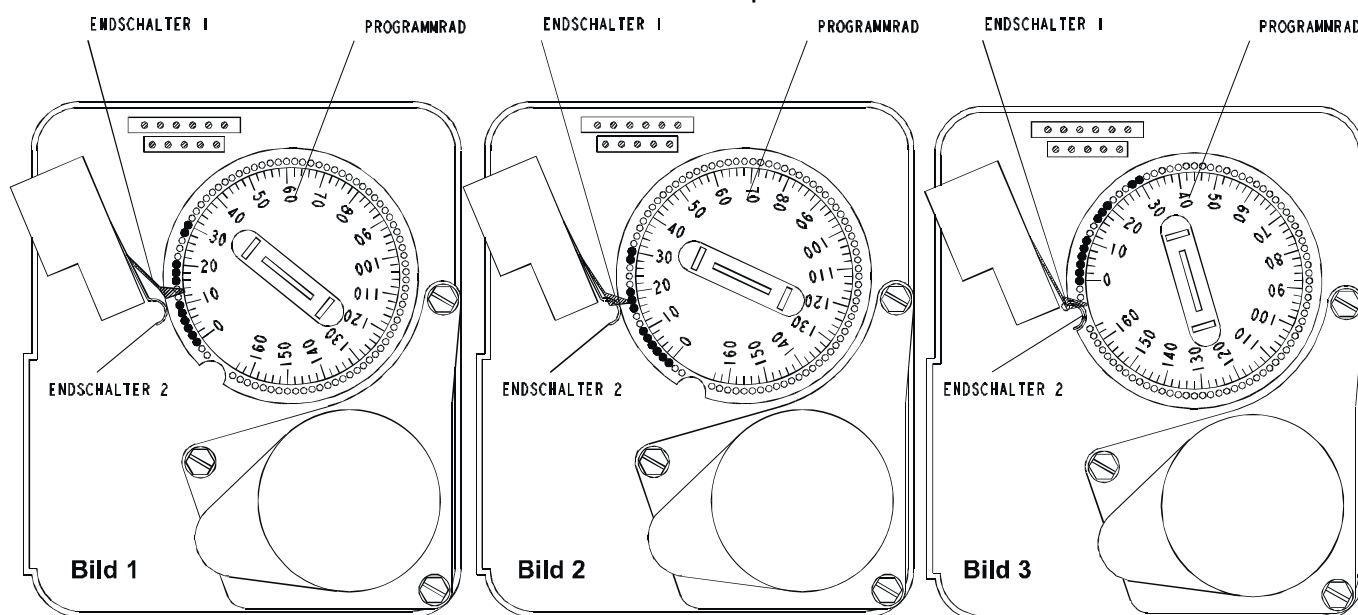

Fig. G-1: controllo temporizzato, retro
- Allontanare il timer verso destra ed attendere 10 minuti per rendere libero il fincorsa 1 (fig. G-1, schema 1) e far arrestare il servomotore del pistone di comando.
- Attendere che il finecorsa 1 venga premuto nuovamente (fig. G-1, schema 2) e il servomotore del pistone di comando si arresti.
- L'impianto di deferrizzazione si trova di nuovo in posizione di esercizio quando il finecorsa 1 e il finecorsa 2 sono liberi (fig. G-1, schema 3).